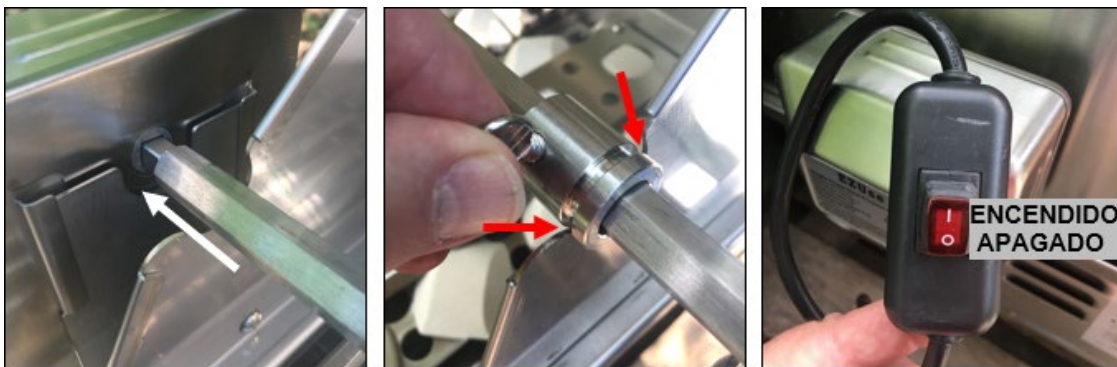

Ilustración 34 Montaje del rostizador 2
- Inserte el extremo cuadrado de la varilla de encendido en el motor de accionamiento (Ilustración 34 izquierda).
- Baje el otro extremo de la varilla de encendido hasta la abertura del rostizador en el marco, y coloque el collar de eje de manera que la ranura quede alineada con la abertura. Apriete el tornillo mariposa con el extremo contra la superficie plana de la varilla (Ilustración 34 centro).
- Enchufe el motor del rostizador a una toma de corriente homologada y gire el interruptor a la posición ENCENDIDO para encenderlo (Ilustración 34, derecha).